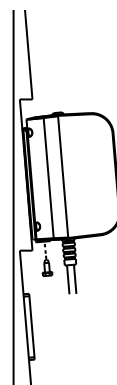

Figure 3
5. Fixer le contrôleur au rebord de la plaque avec les vis autotaraudeuses M4 x 10 mm fournies (figure 3).